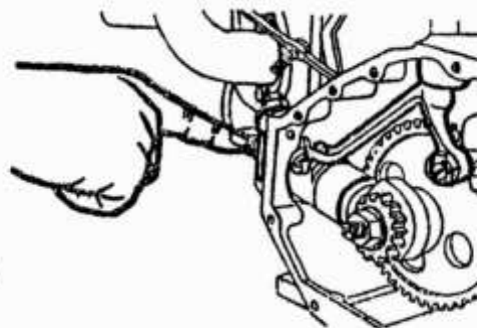

рис. 8.1
6. При установке наклонной направляющей вилки убедитесь, что шарик на раме впрыскивающего насоса вставлен в паз наклонной направляющей вилки, а задняя часть рамы защищает корпус впрыскивающего насоса на 5~6 мм (Рис. 8.1).